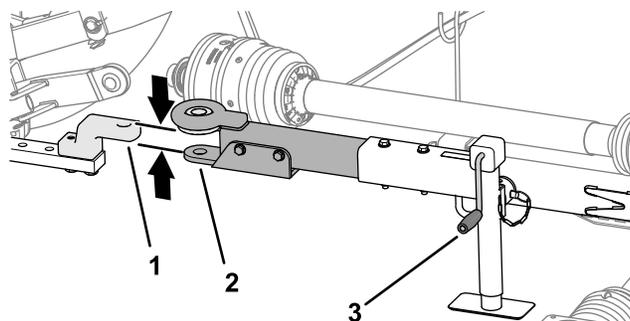

Рисунок 28
1. С помощью рукоятки домкрата поднимайте или опускайте домкрат буксировочной штанги до совмещения ее с тяговым брусом или поворотным сцепным устройством (Рисунок 28).
3. Совместите тяговый брус или поворотное сцепное устройство буксирного автомобиля с буксировочной штангой газонокосилки (**Рисунок 28**).